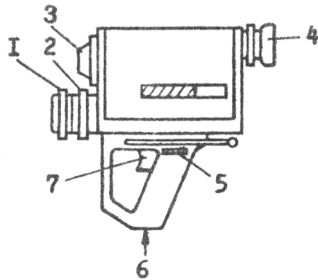

Рис.1. Видеокамера с объективом
Для записи звукового сопровождения в корпусе видеокамеры установлен микрофон 3 (рис.1 и 2), направленный в сторону снимаемого сюжета.
Съемка видеокамерой может производиться как с "руки", так и с унифицированного фотоштатива, для чего в ручке имеется штативное гнездо 6 (см. рис.1 и 2).
Для записи изображения и звукового сопровождения с помощью видеокамеры необходимо проделать следующие операции (см. рис. 1 и 2):
1. Если видеокамера снабжена объективом типа "Индустар 50-2", то регулировку диафрагмы производите вращением кольца 1 (см. рис. 1), а регулировку фокуса вращением кольца 2.